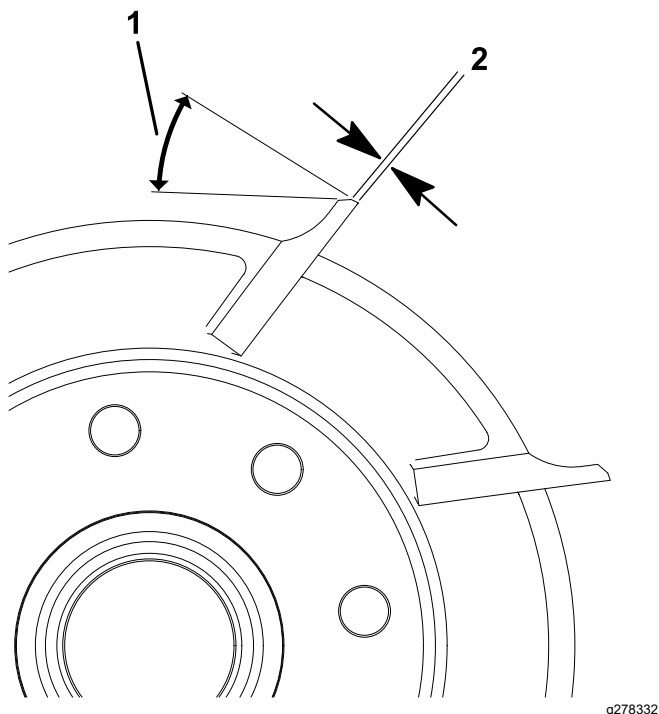

Рисунок 23
1. Выполните 30-градусное затыловочное шлифование всех ножей барабана так, чтобы ширина витка составляла 0,8 мм (Рисунок 23).